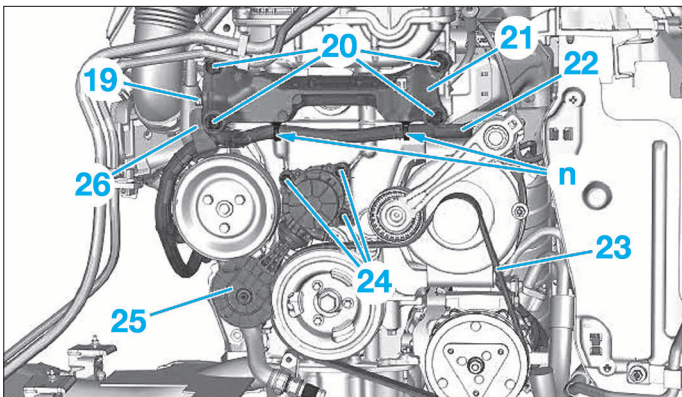

FIG. 7
- Déposer la vis (19) (Fig.7).
- Déclipper le faisceau d'alimentation (22) en (n).
- Déposer les vis (20) et les supports (21) et (26).
- Déposer la courroie des accessoires (23).
- Déposer les vis (24) et la roue de friction (25).